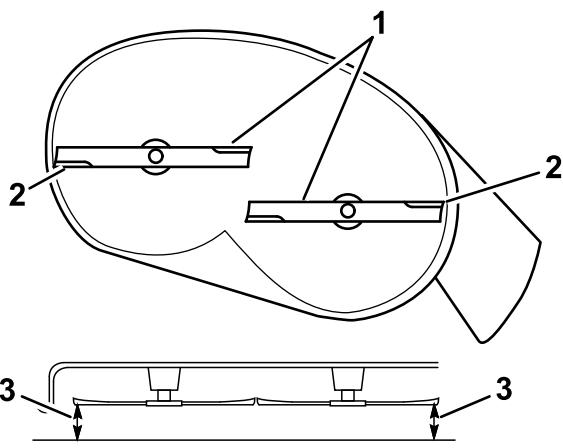

Figure 60
- Mesurez la distance entre les tranchants extérieurs et le sol plat (Figure 60).